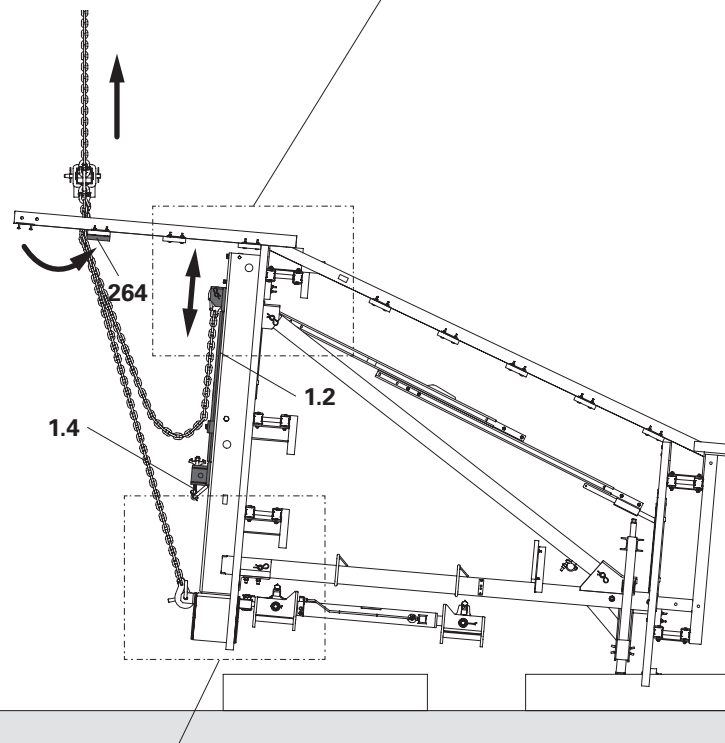

Fig. C3.03
- (Fig. C3.03 + C3.03a + C3.03b)
(Fig. C3.03 + C3.03a + C3.05)